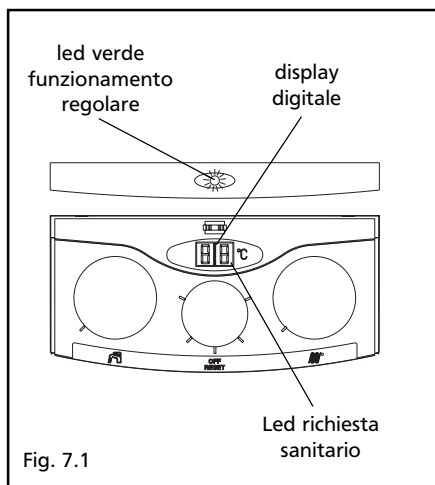

Fig. 7.1
- con **led verde fisso** (fig. 7.1) la temperatura relativa alla fase richiesta (riscaldamento o sanitario).